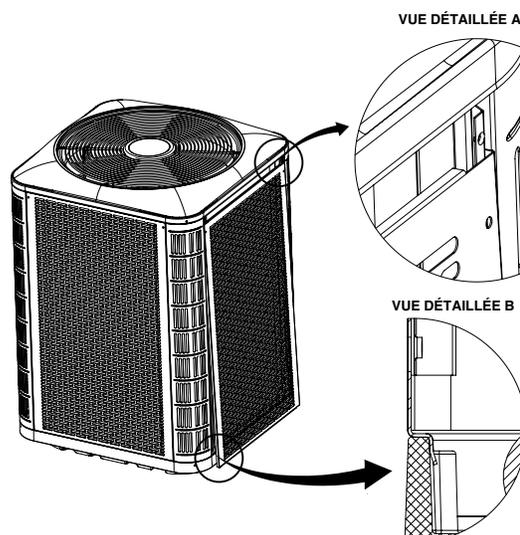

Figure 5. Installation du panneau
1. Insérez les coins supérieurs des brides latérales du panneau dans les rainures du montant de coin, tel que montré dans la Vue détaillée A à la Figure 5, \(page 8\).